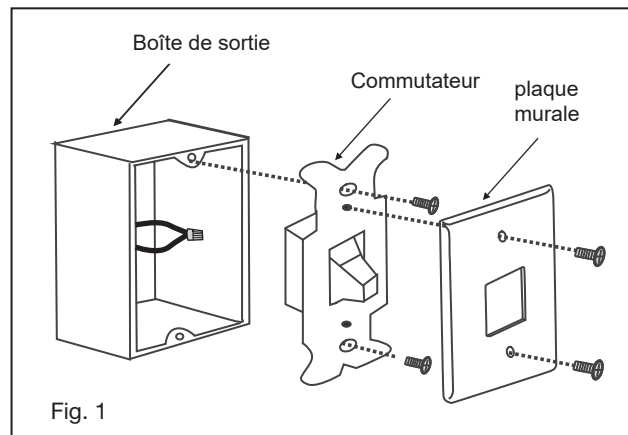

Fig. 1
- 1 Retirez la plaque murale existante et l'ancien interrupteur du boîtier de prise murale. Serrez les fils NOIR (chauds) ensemble et repoussez à l'intérieur de la boîte de sortie. (Fig. 1)